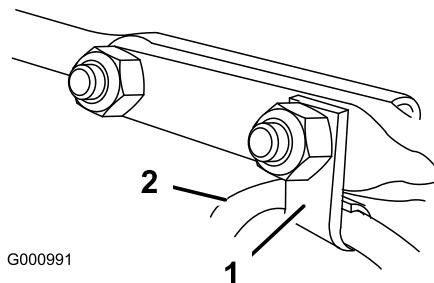

Figure 12
- Insérez le serre-câble qui supporte le câble du déflecteur sur le boulon de carrosserie avant et fixez les boulons avec les contre-écrous fournis dans le sachet de pièces détachées (Figure 12).